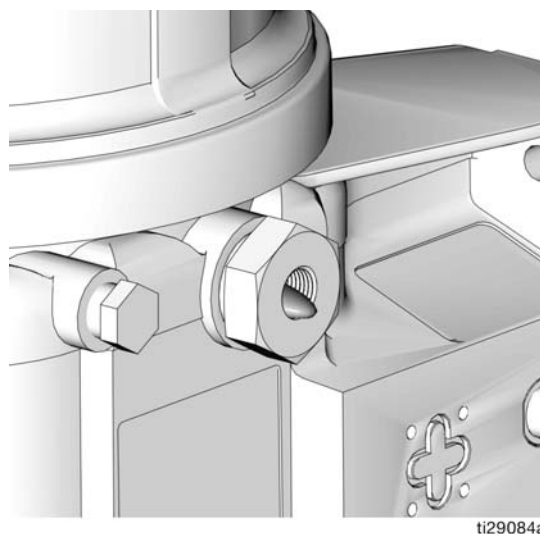

Рис. 27
2. Запустите насос и не выключайте до тех пор, пока из фитинга патрона не начнет выходить не содержащий воздуха смазочный материал (Рис. 27).